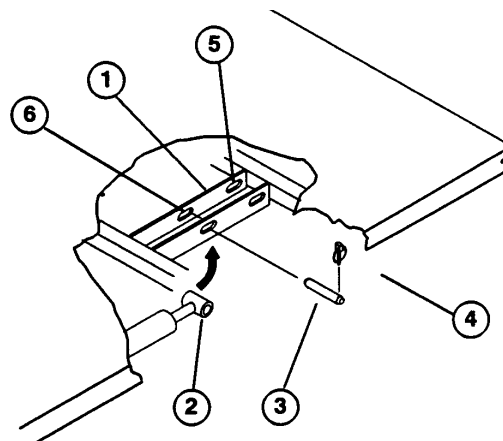

Figure 9
5. Le plateau étant abaissé, fixer l'extrémité de chaque tige de vérin dans les fentes appropriées des plaquettes de montage du plateau, au moyen d'un axe de chape et d'une clavette. Introduire l'axe par l'extérieur et diriger la clavette vers l'extérieur (Fig. 9). Les fentes arrière sont prévues pour l'installation d'un plateau 3/3 et les fentes avant pour un plateau 2/3.